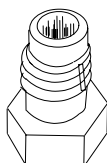

图 49 Swagelok 外螺纹接头
- 1 在台钳上固定新的 Swagelok 外螺纹接头（图 49）。